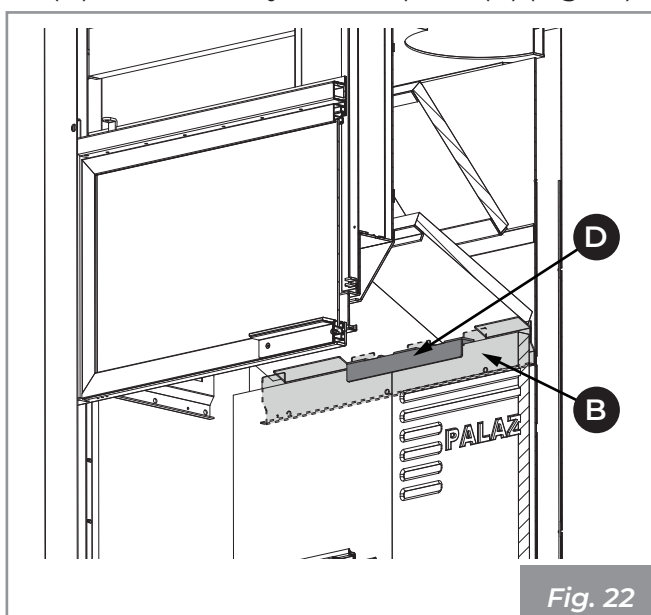

Fig. 22
- 2) Bloquear los refractarios con la abrazadera (D) de ensamblaje en el soporte (B) (Fig. 22).